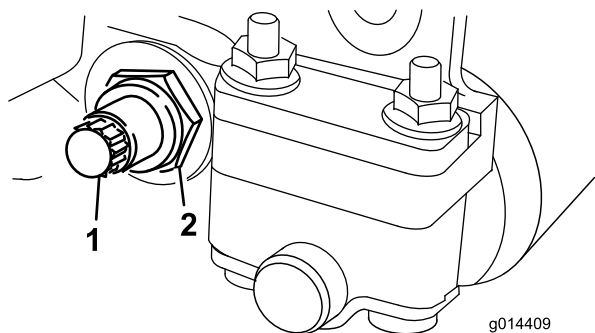

図 19
3. ベッドバー・ボルト (図 19) を固定しているロックナット (機体両側) をゆるめる。
4. 各ベッドバー・ボルトを抜いて、ベッドバーを下に引き抜いて外す (図 19)。ベッドバーの両端にナイロン・ワッシャ2枚とス